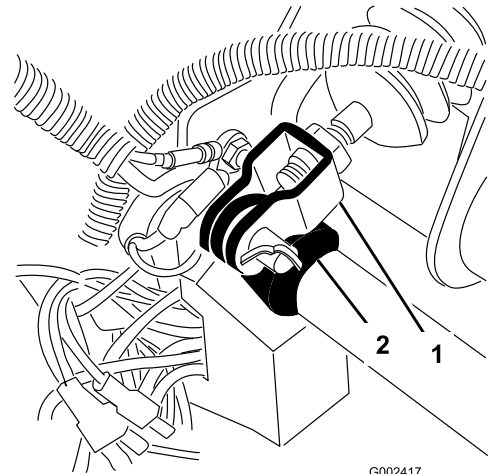

Figura 55
1. Retire el pasador de horquilla y la chaveta que fijan la horquilla del cilindro maestro al pivote del pedal de freno (Figura 55).
3. Afloje las contratuerzas que fijan la horquilla al eje del cilindro maestro (Figura 55).